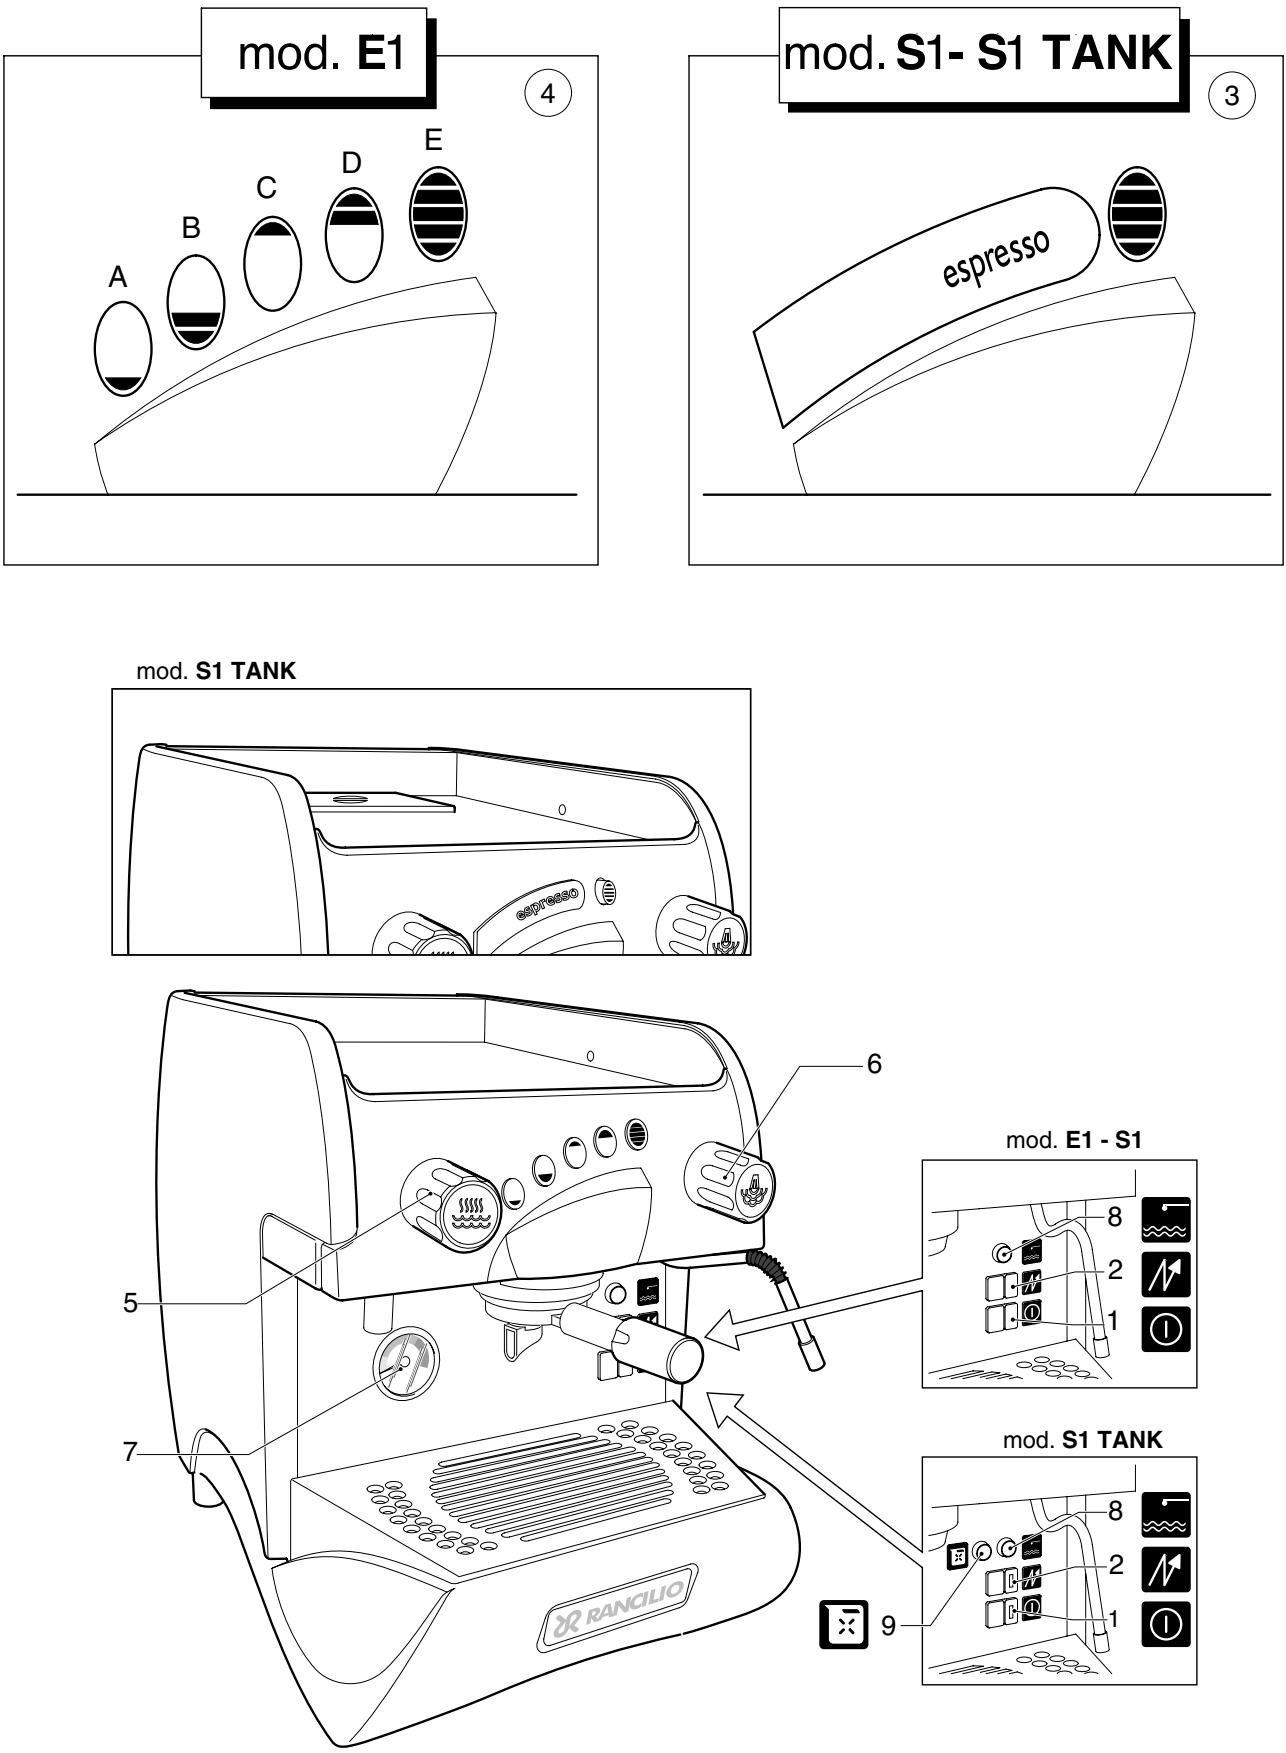

Fig. 8
7.1. Bedienung Abb.8
## 7.2. Kontrollinstrumente Abb.8
- Zwei Liter Wasser in den Behälter einfüllen und den Deckel wieder schließen; die Kontrolllampe beachten (9 - Abb.8).
- Abwarten bis der richtige Betriebsdruck erreicht wird, d.h. wenn die Nadel des Manometers 7 Abb. 8 sich auf dem grünen Feld befindet und die Maschine ihr thermisches Gleichgewicht erreicht hat.
- Die Tassen unter die Auslauffüllen stellen und die Ausgabe über die Tasten 3 oder 4, je nach Modell, Abb.8 aktivieren;
- Den Dampfhahn (6 - Abb.8) öffnen und das Gefäß niedriger halten und so neigen, daß sich die Spritzdüse direkt unter der Milchoberfläche befindet.
- Den Dampfhahn 6 Abb.8 stufenweise öffnen; der brodelnde Dampf erwärmt die Flüssigkeit und bringt sie auf die gewünschte Temperatur;